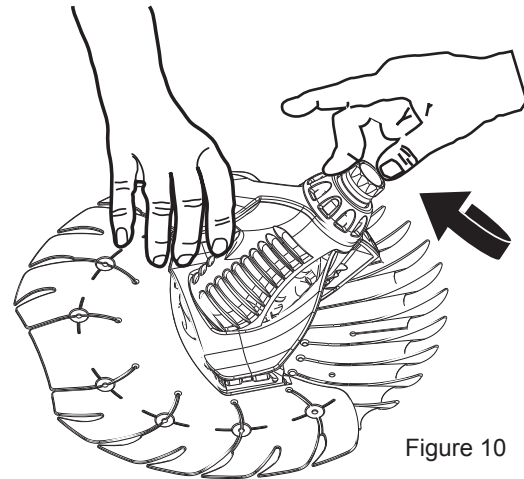

Figure 10
5. Assurez-vous que le tuyau d'extension pivote librement en le faisant tourner (Voir la Figure 10).